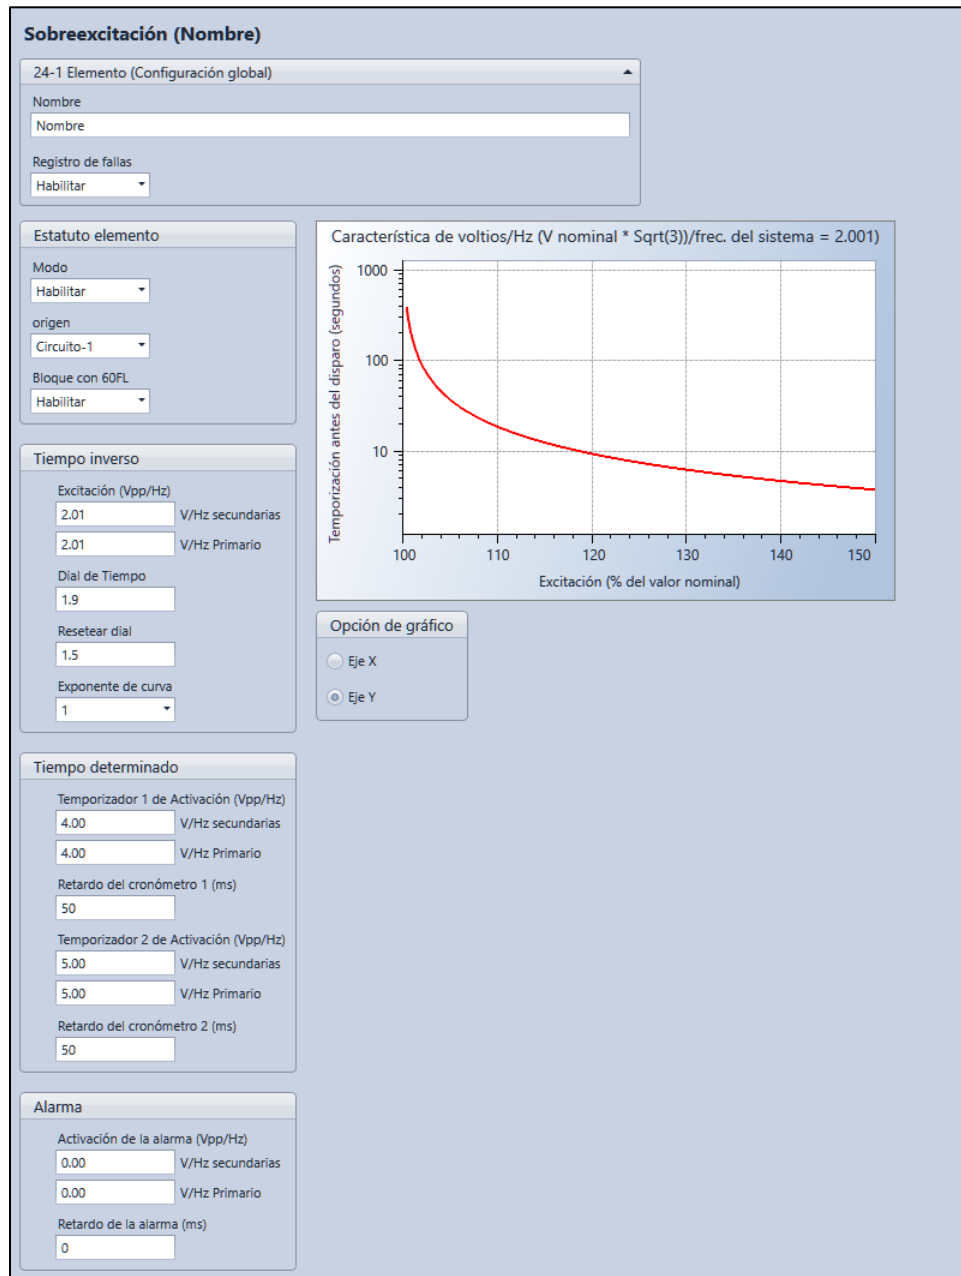

Figura 17-2. Pantalla Ajustes de la sobreexcitación
Los ajustes operativos de la sobreexcitación se configuran en la pantalla de ajustes Sobreexcitación (24) (Figura 17-2), en BESTCOMSPPlus.